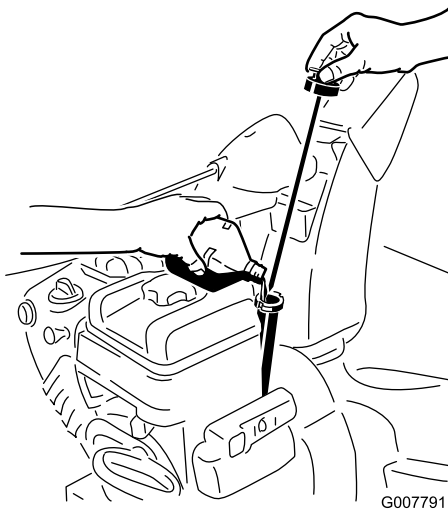

Figure 32
2. Sortez de nouveau la jauge et contrôlez le niveau d'huile (Figure 32). Si le niveau est en dessous du repère Add sur la jauge, ajoutez de l'huile (voir Plein d'huile du carter moteur).